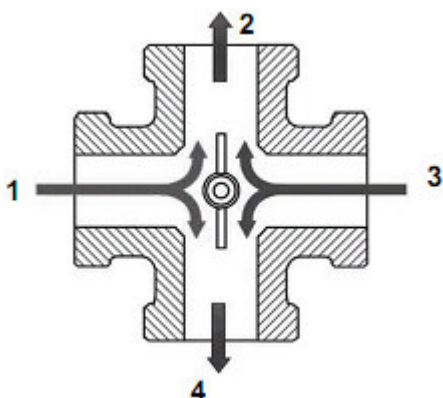

Рис. 8. Чотириходовий змішувальний клапан
Схеми інсталяції з використанням змішувальних клапанів і їхніми функціями представлено на рис. 8 + 10.
Рис.8а Зразок монтажу зміш. чотириходового клапана
Триходовий змішувальний клапан, встановлений у поверненні системи опалення (рис. 8а) дозволяє захисти котел від корозії зумовленої низькою температурою зворотної води шляхом збільшення її температури. Цей спосіб установки триходового клапана є однією з умов забезпечення гарантією котла.
**Без встановленого трихордового (як на рис. 8а) або чотирехордового клапану котел позбавляється гарантійного обслуговування.**